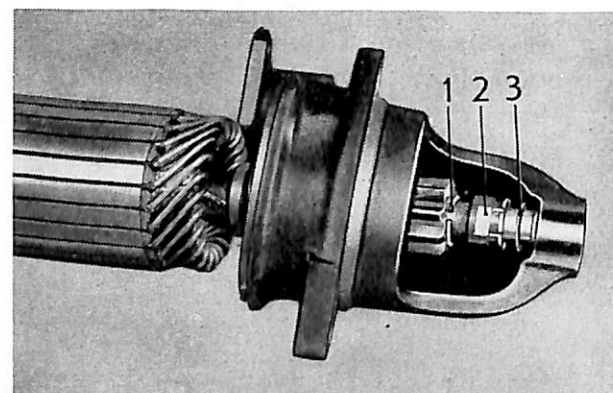

Bild 64. Rotor och startdrev monterade.
63. För in rotorns axel i startdrevet och träd på låsring (1 bild 64) mutter (2) och bricka (3). Drag muttern och lås med sax-pinne.